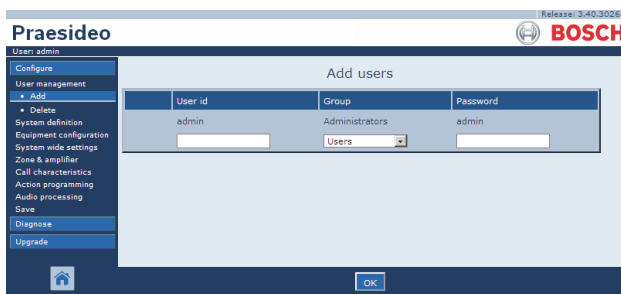

abbildung 42.2: Neue Benutzer definieren, Schritt 1
- 1 Rufen Sie *Configure > User management > Add* auf. Im Mainframe der webbasierten Benutzeroberfläche erscheint ein Bildschirm, der dem in *abbildung 42.2* ähnelt.